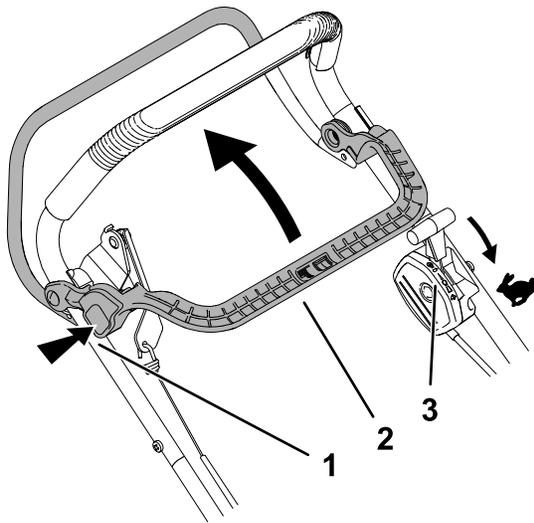

図 15
1. スロットルコントロールレバーが高速位置にあることを確認する 図 15。
2. BBC ラッチボタンを押し、BBC コントロールレバーをハンドル側に引き寄せる 図 15。